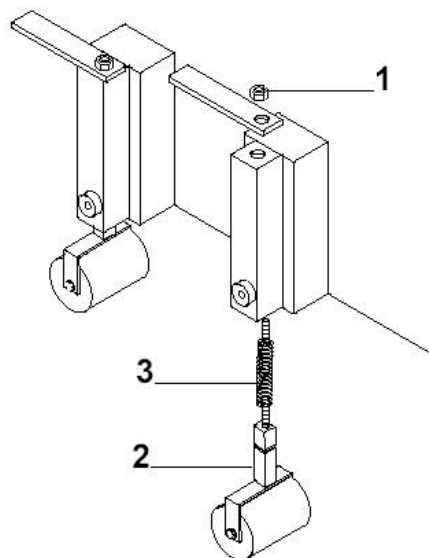

Fig. 52
3. Dévisser l'écrou qui arrête le goujon fileté (Fig. 52/1).
4. Déboîter l'ensemble rouleau-fourchette-goujon fileté de la partie inférieure (Fig. 52/2).
5. Remplacer le ressort (Fig. 52/3).